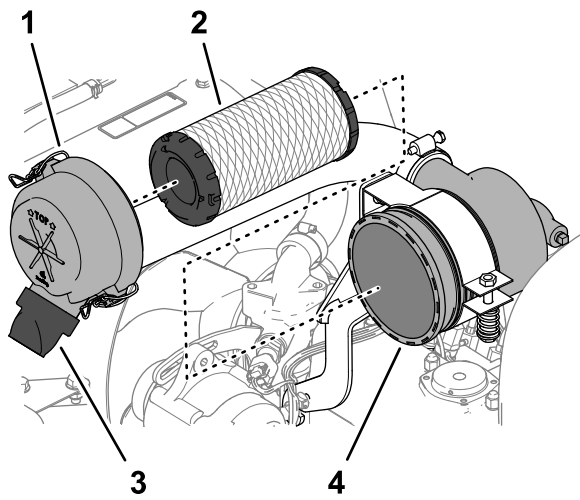

Figura 72
3. Solte as travas que prendem a tampa do purificador de ar ao corpo do filtro de ar (Figura 72).
6. Retire o elemento do filtro (Figura 72).
7. Retire a válvula de borracha para descarga (Figura 72) da porta de expulsão de sujeira da tampa do purificador de ar.